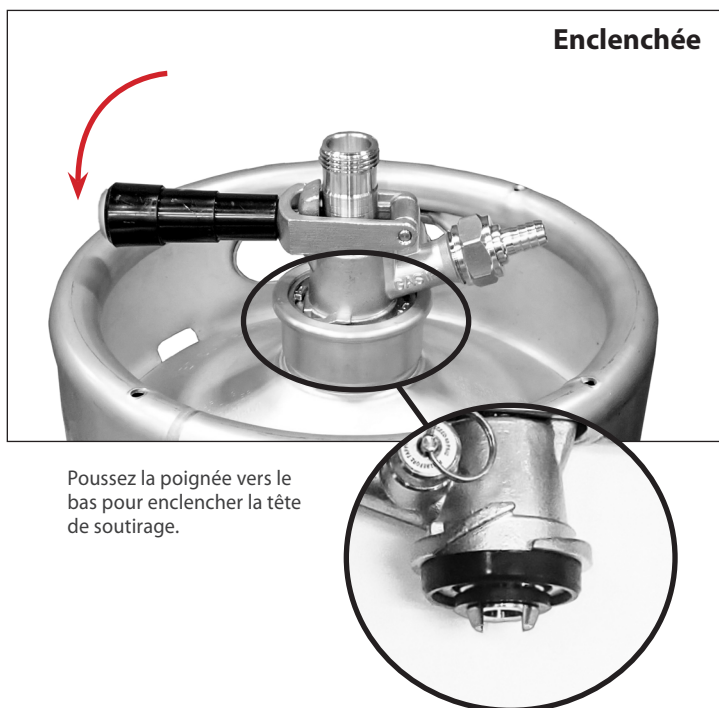

Fig. 12. Tête de soutirage enclenchée ou tête de soutirage désenclenchée
19. Enclenchez la tête de soutirage. Voir fig. 12.